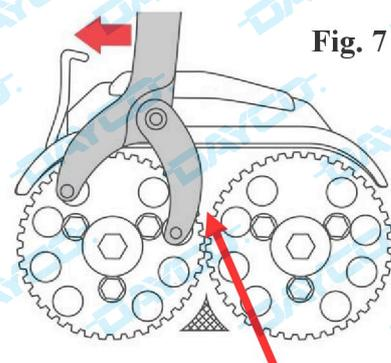

Fig. 7
- Mantener inmovilizado el piñón del árbol de levas LEV 1 con la herramienta T10172 (Fig. 7).